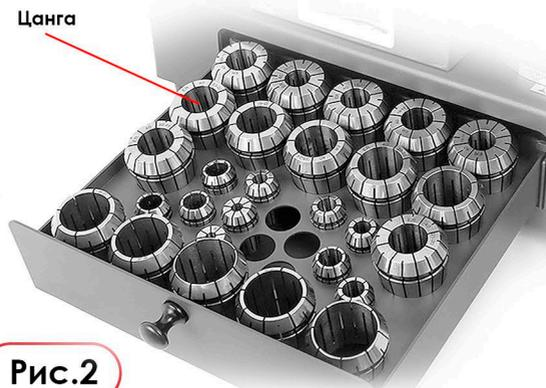

Рис.2
ВНИМАНИЕ! Пожалуйста, выполняйте точно шаги, описанные ниже и показанные на Рис. 2,3,4, чтобы правильно собрать и подготовить к работе цанговый патрон с установленным в нем сверлом для заточки.
1. Определите диаметр сверла (хвостовика), которое вы хотите заточить. В соответствии с диаметром сверла выберите цангу. (Рис. 2)